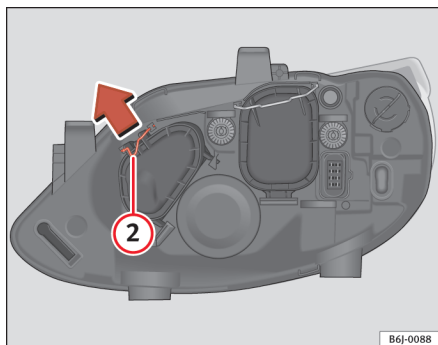

Fig. 147 Feux de route
- Déplacez le tirant ② dans le sens de la flèche puis retirez le cache ⇒ fig. 147